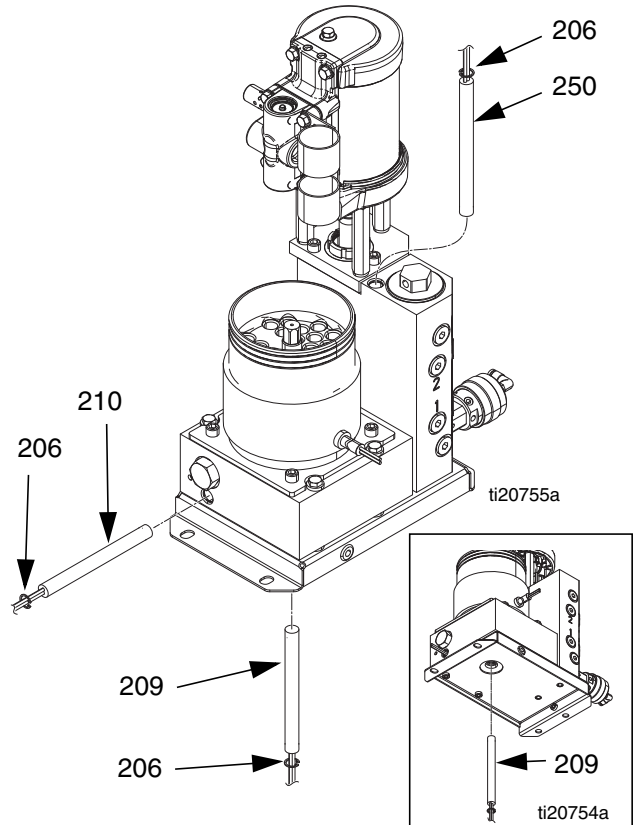

FIG. 39
Desmontaje (consulte la FIG. 39):
Montaje (consulte la FIG. 39):
- 2. Instale la varilla del calentador; luego instale el anillo de retención de la varilla (206). Consulte FIG. 39.